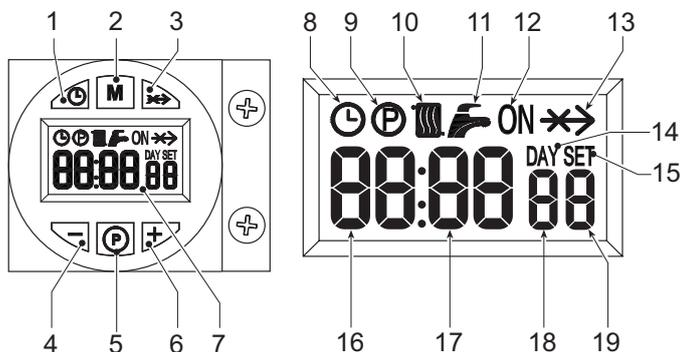

fig. 1 - Panel de mandos
La orden de encendido (generada por el cierre del contacto en los bornes 7-8 –ver fig. 13– en el funcionamiento con valores de fábrica) se indica por la activación del símbolo del radiador ( 10 - fig. 1).
1. Pulsar la tecla de ajuste de día y hora ( 1 - fig. 1).
2. En la pantalla ( 7 - fig. 1) parpadean los iconos RELOJ y DÍA: introducir el día actual de la semana con las teclas + y - ( 4 y 6 - fig. 1), considerando que 1=lunes y 7=domingo. Confirmar el día con la tecla de ajuste de día y hora ( 1 - fig. 1).
3. En la pantalla ( 7 - fig. 1) parpadean los dos dígitos de la HORA ACTUAL y el icono del RELOJ: introducir la hora actual con las teclas + y - ( 4 y 6 - fig. 1), de 00 a 23. Confirmar la hora con la tecla de ajuste de día y hora ( 1 - fig. 1).
4. En la pantalla ( 7 - fig. 1) parpadean los dos dígitos de los MINUTOS ACTUALES y el icono del RELOJ: introducir los minutos exactos con las teclas + y - ( 4 y 6 - fig. 1), de 00 a 59. Confirmar los minutos con la tecla de ajuste de día y hora ( 1 - fig. 1). Funcionamiento en Calefacción automático, Manual ON, Manual OFF
El modo de funcionamiento se selecciona con la tecla ( 2 - fig. 1).
1. Durante el funcionamiento automático, en la pantalla ( 7 - fig. 1) aparece el icono RELOJ. La activación y desactivación del quemador dependen del programa semanal configurado. Durante la franja horaria de activación, en la pantalla ( 7 - fig. 1) aparece también el icono ON.
2. Durante el funcionamiento Manual ON, en la pantalla ( 7 - fig. 1) aparece solo el icono ON. El quemador está siempre encendido.
3. Durante el funcionamiento Manual OFF, en la pantalla ( 7 - fig. 1) no aparece ni el icono ON ni el icono RELOJ. El quemador está apagado.
El programa semanal tiene tres franjas horarias de encendido (ON) y tres de apagado (OFF), iguales para todos los días de la semana. Durante la franja horaria de activación, en la pantalla ( 7 - fig. 1) aparece el icono ON.
1. Pulsar la tecla de programación P ( 5 - fig. 1).
2. Seleccionar el día que se desee programar con las teclas + y - ( 4 y 6 - fig. 1):
3. Pulsar la tecla de programación P ( 5 - fig. 1):
- Utilizar las teclas + y - ( 4 y 6 fig. 1) para modificar el inicio de la primera franja horaria de encendido, por ejemplo 06:00. Pulsar la tecla de programación P ( 5 - fig. 1).
- Utilizar las teclas + y - ( 4 y 6 fig. 1) para modificar el inicio de la primera franja horaria de apagado, por ejemplo 09:00. Pulsar la tecla de programación P ( 5 - fig. 1).
- Utilizar las teclas + y - ( 4 y 6 fig. 1) para modificar el inicio de la segunda franja horaria de encendido, por ejemplo 12:30. Pulsar la tecla de programación P ( 5 - fig. 1).
- Utilizar las teclas + y - ( 4 y 6 fig. 1) para modificar el inicio de la segunda franja horaria de apagado, por ejemplo 14:00. Pulsar la tecla de programación P ( 5 - fig. 1).
- Utilizar las teclas + y - ( 4 y 6 fig. 1) para modificar el inicio de la tercera franja horaria de encendido, por ejemplo 16:00. Pulsar la tecla de programación P ( 5 - fig. 1).
- Utilizar las teclas + y - ( 4 y 6 fig. 1) para modificar el inicio de la tercera franja horaria de apagado, por ejemplo 23:30. Pulsar la tecla de programación P ( 5 - fig. 1).
11. Pulsar la tecla de programación P ( 5 - fig. 1) durante 3 segundos para salir de la programación.
Para acceder al menú Parámetros, pulsar la tecla de programación M ( 2 - fig. 1) durante 5 segundos. Se visualiza el parámetro u01, indicado por la expresión SET 01. Pulsar la tecla P ( 5 - fig. 1) para desplazar la lista de parámetros.
Para modificar el valor de un parámetro, pulsar las teclas + y - ( 4 y 6 - fig. 1): la modificación se guarda automáticamente. Tras modificar el parámetro, esperar 3 segundos: el dato parpadea y queda memorizado.
Para salir del menú, pulsar la tecla de selección del modo de funcionamiento M ( 2 - fig. 1) durante 5 segundos.
Para acceder al menú Parámetros, pulsar la tecla de programación P ( 5 - fig. 1) durante 10 segundos. Se visualiza el parámetro t01, indicado por la expresión SET 01. Pulsar la tecla P ( 5 - fig. 1) para desplazar la lista de parámetros.